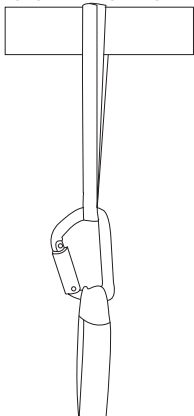
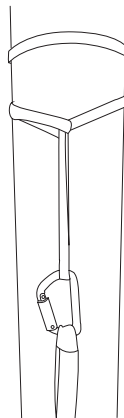
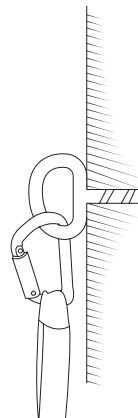
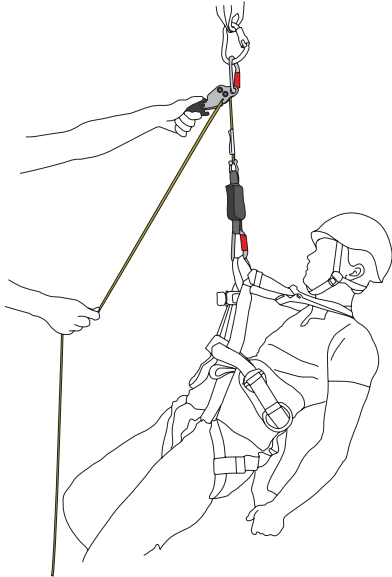

Fig. 1A: Ancrage horizontal
Fig.1B: Ancrage vertical
Fig. 1C: Ancrage structuré fixe
Fig. 4
2. Placez la longe d'ancrage autour d'une structure, puis dans le mousqueton, fig.1A.
Si la longe d'ancrage est placée autour d'une construction verticale, détachez la longe, placez-la deux fois autour de la perche et faites-la revenir sur elle-même. Ensuite, attachez le mousqueton comme indiqué sur la fig.1B. Vérifiez que la longe d'ancrage se ferme dans cette position. La fig.1C montre comment attacher le mousqueton à une ancre structurale fixe EN795 cl.A.
4. Détachez le mousqueton de la longe d'ancrage. Placez la longe d'ancrage autour d'une structure puis dans son mousqueton comme indiqué sur la fig.1A ou la fig.1B. L'ancrage peut supporter une charge de 12 kN (EN795). Fixez le **SMARTLINE X** comme indiqué à la fig. 4.